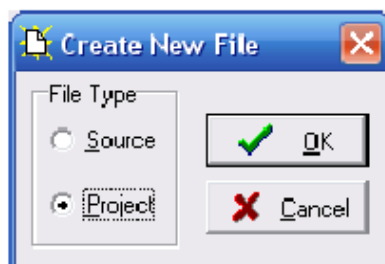

Рисунок 5.2 – Вікно створення проекту Code Vision AVR
1. У головному вікні програми натискаємо File->New. На екрані з'явиться діалог (рис. 5.2).